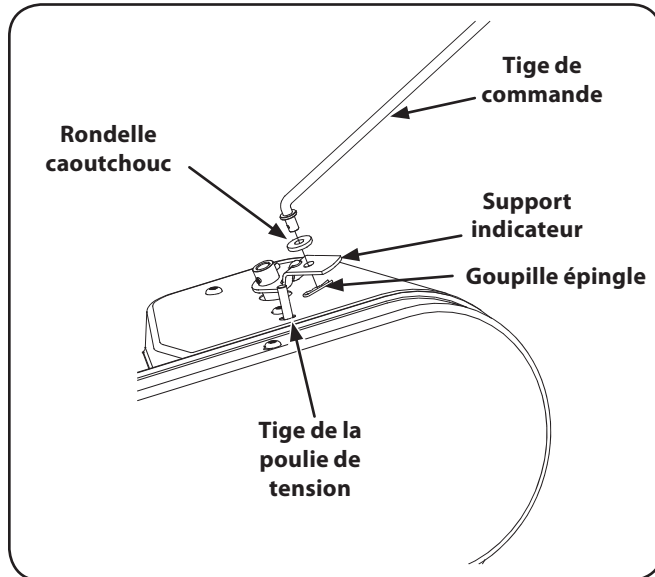

Figure 3-5
3. Enfoncez l'extrémité courte (courbée) de la tige de commande dans le support indicateur qui se trouve sur le couvercle du levier de vitesses et maintenez-la avec la goupille-épingle retirée au paragraphe 1. Voir la Figure 3-5.